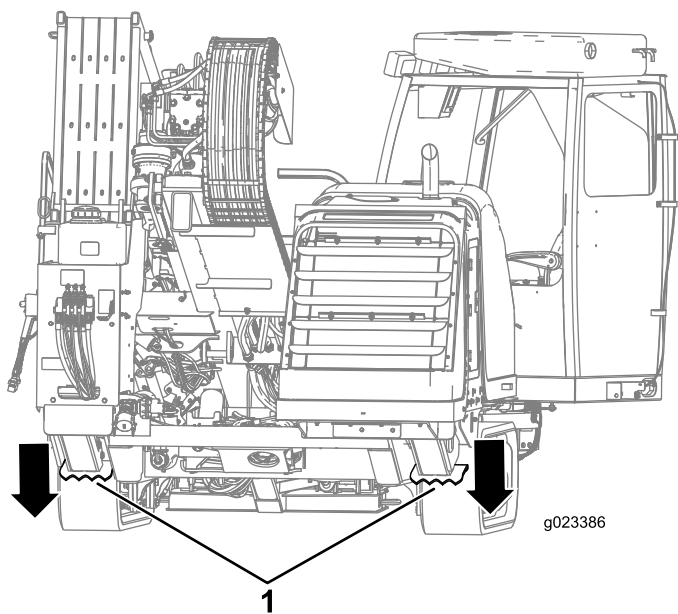

Figura 46
5. Baje los estabilizadores traseros hasta que descansen firmemente en el suelo, o hasta que obtenga el ángulo de entrada deseada (Figura 46).